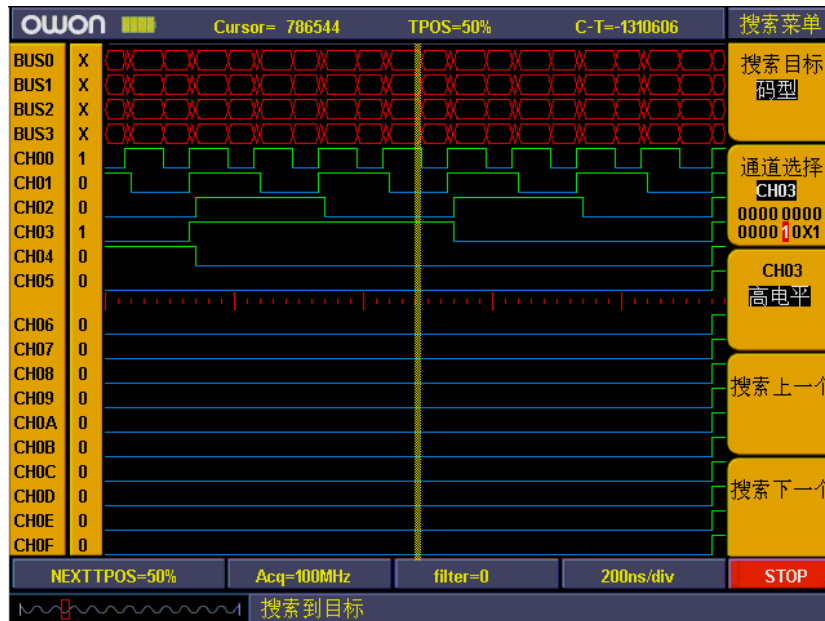

图 5-77: 搜索状态
- G、同样，按“F5”键，选择“搜索下一个”，可搜索当前光标之后符合要求的信号组合。见图 5-77。